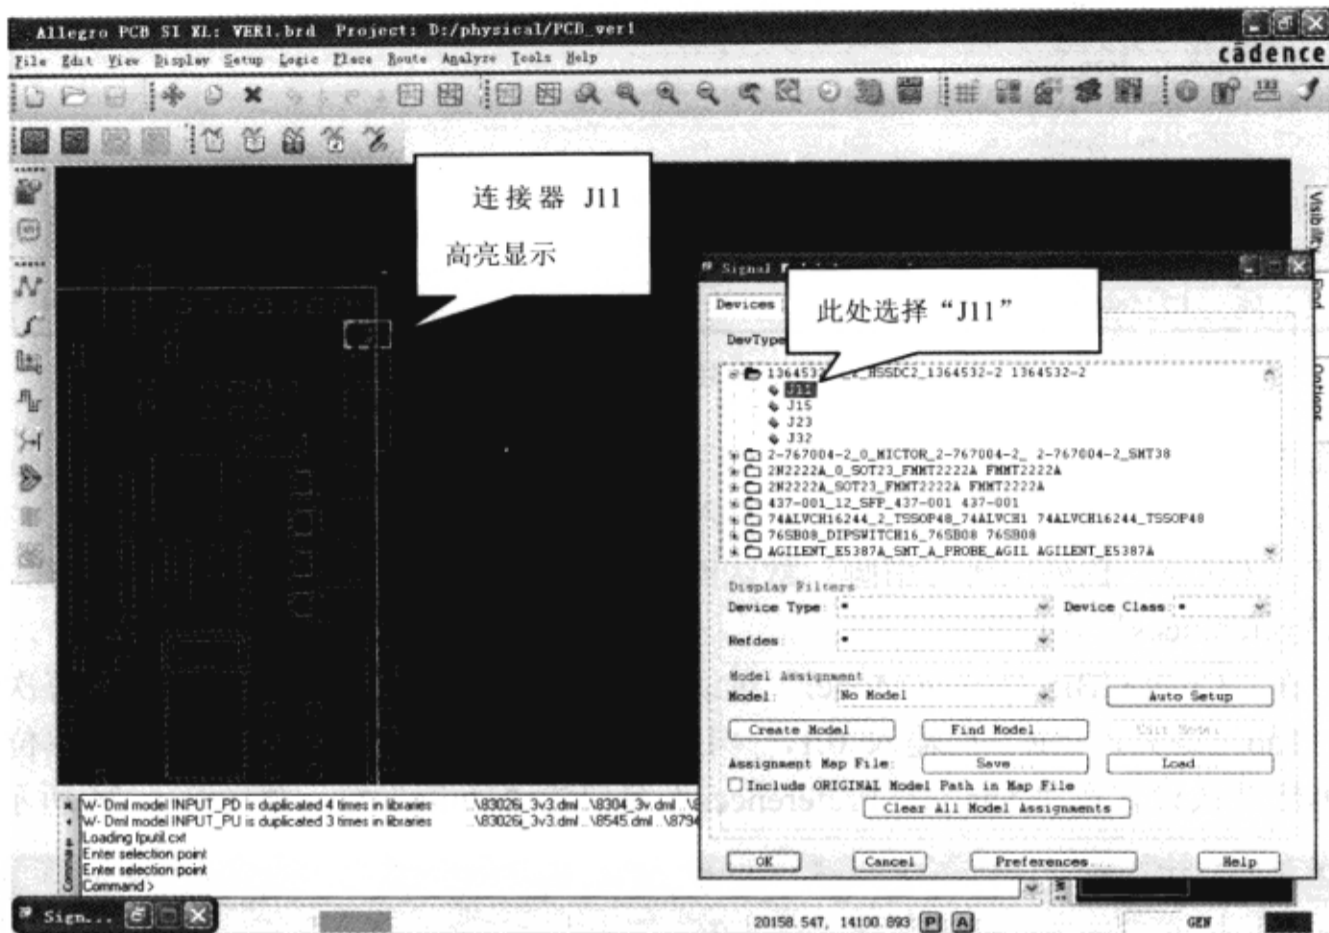

图 2-6-33 交互查看功能
(2) 在“Signal Model Assignment”对话框中选择“J11”。连接器 J11 在 PCB SI 中被高亮显示，并被定位在 PCB 右上角，如图 2-6-33 所示。